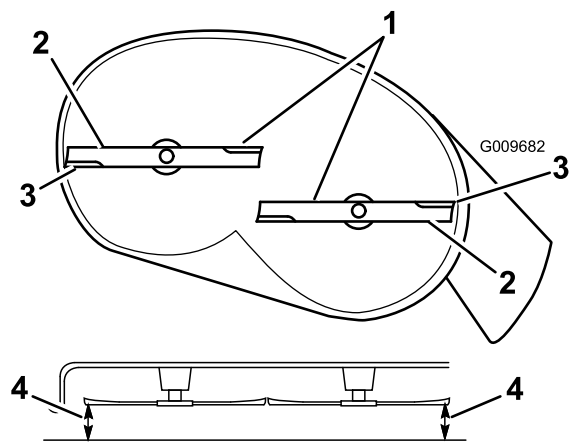
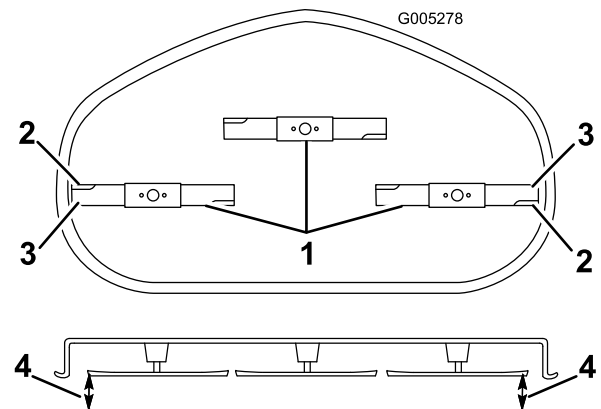

Figure 64
Figure 65
4. Faites pivoter les lames avec précaution pour qu'elles soient toutes parallèles (Figure 64 et Figure 65).
5. Mesurez la distance entre les tranchants extérieurs et la surface plane (Figure 64 et Figure 65).